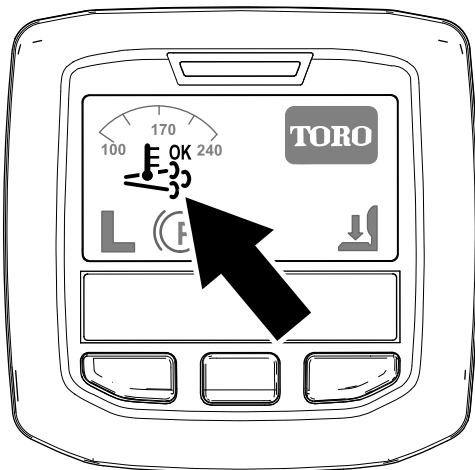

Figura 25
- O ícone da regeneração assistida/de reposição surge no InfoCenter (Figura 25).